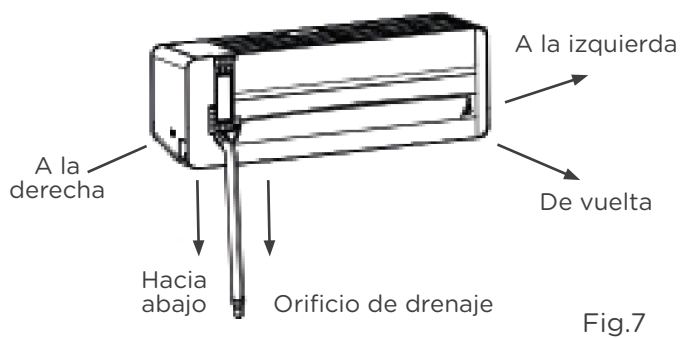

Fig.7
**Notas:** La figura de la izquierda está disponible para la posición de la manguera de drenaje, consulte la Fig. 7.